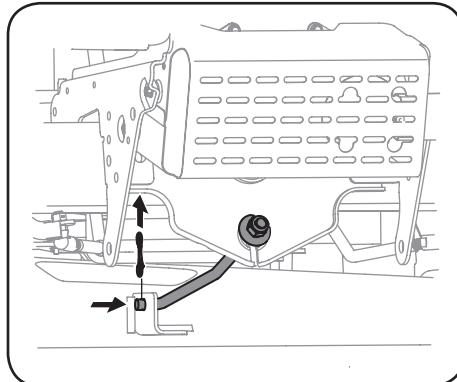

Figura 4-10
- Extraiga el pasador de chaveta con unión curva que sujetla la varilla estabilizadora a la plataforma. Deslice la varilla de elevación de la plataforma lejos de la soldadura de montaje de la plataforma como se ve en la Figura 4-10.